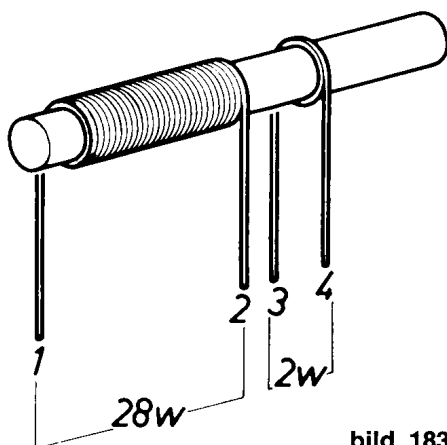

bild 183
Med den apparat du nu har byggt kan du ta emot sändningar från stationer som sänder på mellanvågsbandet (MV), dvs på en frekvens som ligger mellan 510 och 1605 kHz. Det finns emellertid en rad intressanta sändare i området mellan 1700 och 5100 kHz. För att kunna ta emot dem behöver du en extra spole. Tag därför bort antennspolen för MV från ferritstaven. Linda sedan 28 varv med isolerad tråd tätt runt staven. Bredvid denna KV-spole lindar du ytterligare en med 2 varv. De siffror som markerar anslutningarna i fig 183 motsvarar de siffror som markerar MV-spolens anslutningar i kopplingsplanen 5.02. Anslut de nya spolarnas trådar till samma klämmor som du tidigare hade anslutit MV-spolen till. Om det hörs en visselton ska du skifta om trådarna 3 och 4. Om du inte bor alldeles vid kusten är det nödvändigt med en yttre antenn. Glöm inte att linda spolen runt ferritstaven. Om allt är klart kan du nu med hjälp av den stora skalratten långsamt och försiktigt leta reda på en sändare. Har du en bra antenn kan du höra ett flertal stationer med denna mottagare.